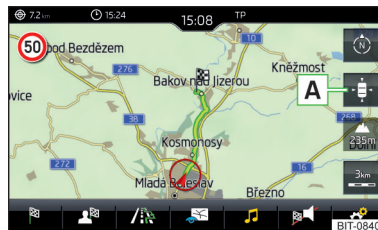

Fig. 231
► Para el **centrado del mapa**, pulsar la superficie funcional **A** » fig. 231.